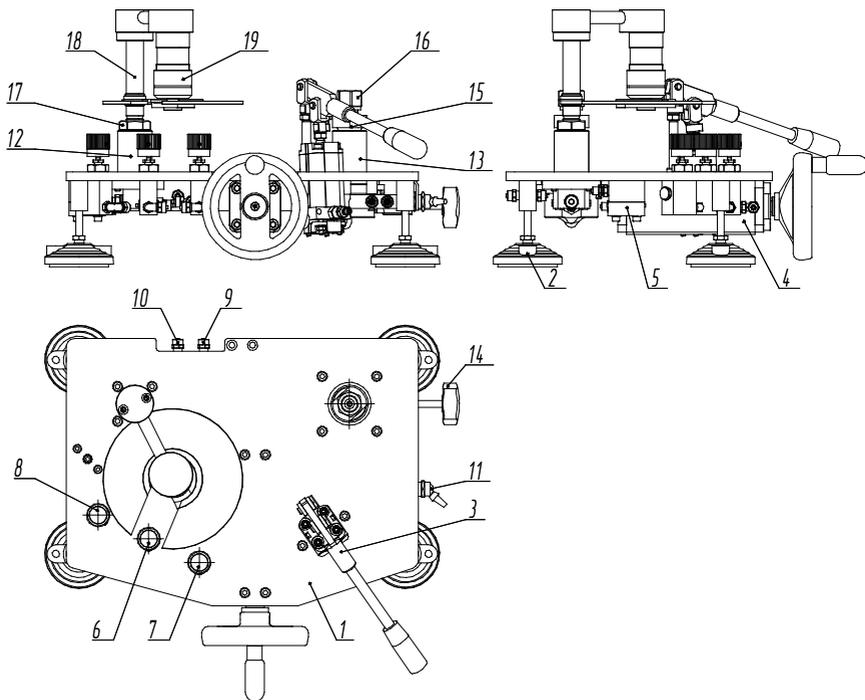

Рисунок 1. УСД НД с ИПС для диапазона -1...0.
Основание 1 (Рис. 1–5) УСД выполнено в виде стальной плиты, снабженной четырьмя регулируемыми опорами 2, которые служат для регулировки вертикального положения образцовой ИПС.
На УСД НД (Рис. 1–3) установлен ручной насос 3 с фильтром 5 и переключатель «давление/разрежение» 11, позволяющий расширить возможности МГП и производить измерения, как избыточного давления, так и разрежения (в зависимости от установленной ИПС).
На стойку 12 (Рис. 1–5) устанавливается образцовая ИПС или СИ, на стойку 13 — поверяемая ИПС или СИ. Для установки вакуумной ИПС используется гайка переходная 17 (Рис. 1) и кронштейн 18. Объёмный регулятор 4 используется для плавной регулировки давления и положения грузоприёмного устройства ИПС. Грузы выполнены в виде плоских колец разного диаметра (с боковым разрезом для исполнения МГП-В).
4.3 МГП работает следующим образом. При открытии вентиля повышения разрежения 6 (Рис. 1–5) или вентиля повышения давления 7 (при подсоединённом внешнем источнике давления/разрежения) или с помощью ручного насоса 3 (Рис. 1–3), в системе МГП производится повышение давления/разрежения. Объёмный регулятор 4 позволяет более плавно подойти к необходимой точке создаваемого давления/разрежения. Когда грузоприёмное устройство ИПС вместе с установленными на него грузами поднимется — это будет означать, что давление в приборе стало равно давлению, создаваемому грузоприёмным устройством и установленными на него грузами, и теперь можно фиксировать показания поверяемого СИ. Снижение давления/разрежения в системе МГП осуществляется открыванием соответствующего вентиля 8 (Рис. 1–5). Переходник, устанавливаемый на стойки 12 и 13, показан на рисунке 9.
5.4 Поверяемые СИ следует устанавливать на стойку с помощью присоединительной гайки 16 (Рис. 1–2, 4), которая затягивается маховиком (поставляется в комплекте с МПП) от руки до ощутимого упора. При этом разрешается использовать только штатные уплотнения.
ЗАПРЕЩАЕТСЯ переключать во время работы переключатель «давление/разрежение» 11 (Рис. 1–3).